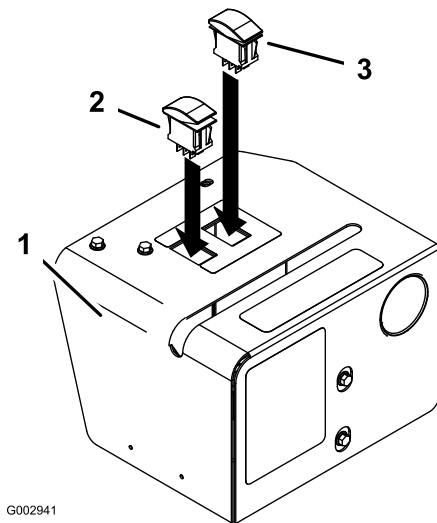

Figure 23
5. Montez les deux interrupteurs dans les trous rectangulaires en haut du couvercle (Figure 23). Montez l'interrupteur à rappel (c.-à-d. qui ne reste pas en position quand vous n'appuyez pas dessus) dans le trou portant les caractères variable continue, plus (+) et moins (-).